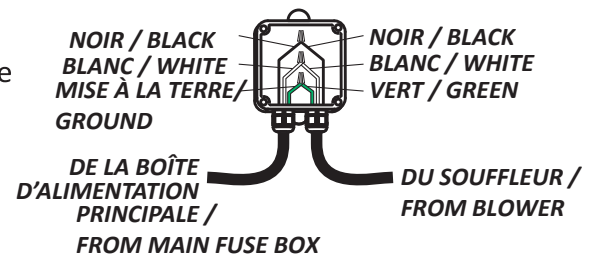

Figure 13
- 7.4. Utiliser des connecteurs approuvés UL/CSA à l'intérieur de la boîte de jonction: Noir/Noir, Vert/Mise à la terre, Blanc/Blanc. Assurez-vous que les fils sont bien raccordés une fois le branchement terminé (Fig. 13).
- 7.4. Using UL/CSA approved wire connectors in the junction box: Black to black, Green to ground, White to white. Make sure all connections are fastened firmly after wiring is completed. (Fig. 13).